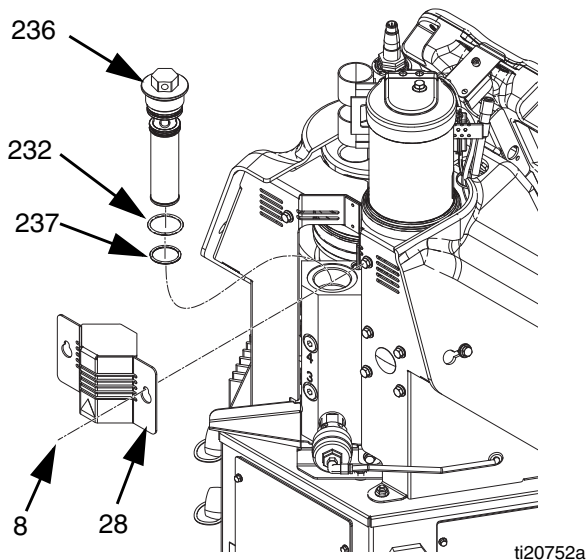

FIG. 21
4. Afloje los dos tornillos (8) y luego deslice la pequeña cubierta de metal (28) en la parte posterior del sistema hacia arriba para extraerla. Consulte FIG. 21.
5. Use un tubo de 1 pulg. para desatornillar el filtro de salida (236).
6. Introduzca una llave Allen por la tapa del filtro de salida para sacar el filtro de salida (236) del sistema.
8. Coloque las juntas tóricas (232, 237) suministradas con el nuevo filtro de salida en el nuevo filtro de salida (236).
10. Instale la pequeña cubierta de metal (28) sobre el filtro de salida y luego ajuste los dos tornillos (8).